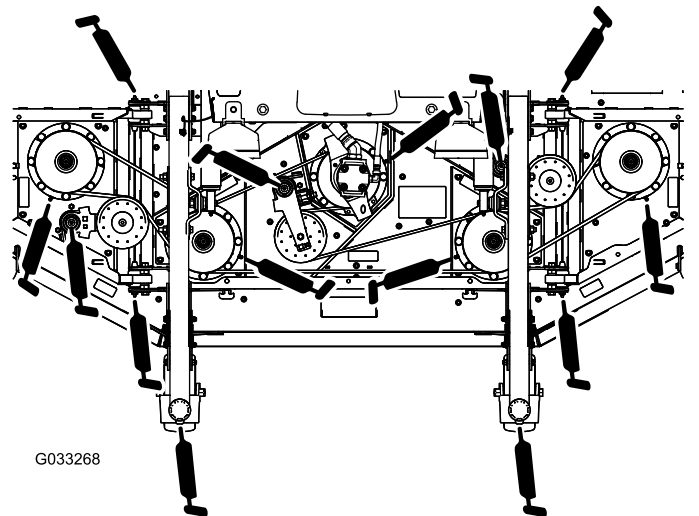

Figura 89
- Dois casquilhos de eixo da forquilha da roda giratória (Figura 89)
- 5 rolamentos do eixo (localizados na cobertura do eixo), conforme se mostra na Figura 89
- 3 casquilhos da articulação do braço intermédio (localizados no eixo da articulação intermédia), conforme se mostra na Figura 89
- 4 casquilhos da plataforma lateral (localizados nos pinos da articulação lateral), conforme se mostra na Figura 89